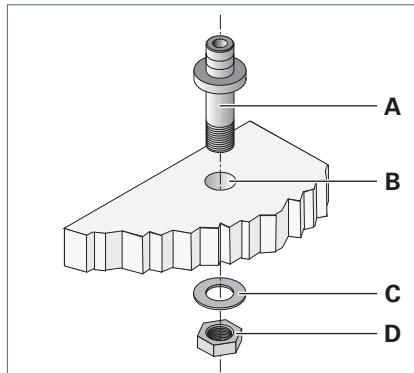

Fig. 3: Aufsteckzapfen montieren.
- ▶ Führen Sie den Aufsteckzapfen **A** von oben durch die Bohrung **B** in der Montagefläche, siehe Fig. 3.